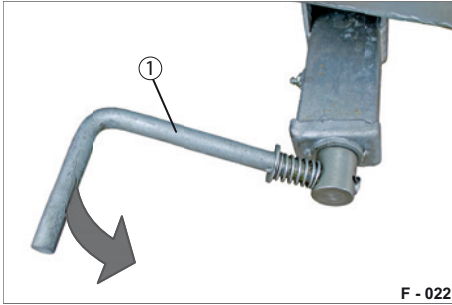

Abb. 47 Spindel-Feststellbremse lösen
- ▶ Lösen Sie den Haken (Abb. 46/2) von der Kurbel (Abb. 47/1).
- ▶ Drehen Sie den Kurbel(Abb. 47/1) um.
- ▶ Drehen Sie die Kurbel (Abb. 47/1) gegen Uhrzeigersinn bis zum Anschlag.